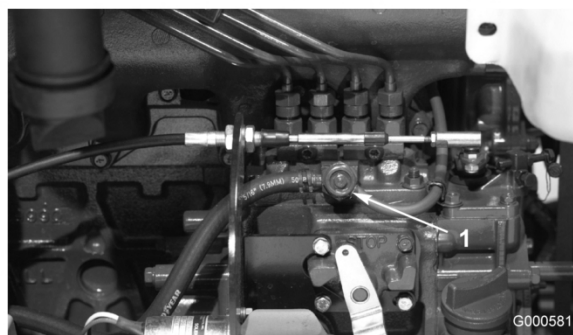

Figura 39
3. Abra el tornillo de purga de aire de la bomba de inyección de combustible (Figura 39).